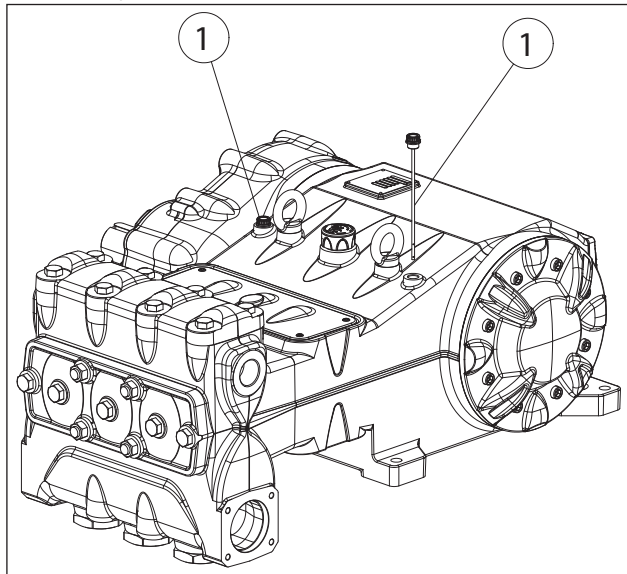

图 8
5. 泵壳中的油处于规定的油位，可通过专用的油位杆（①，图8）进行检查。